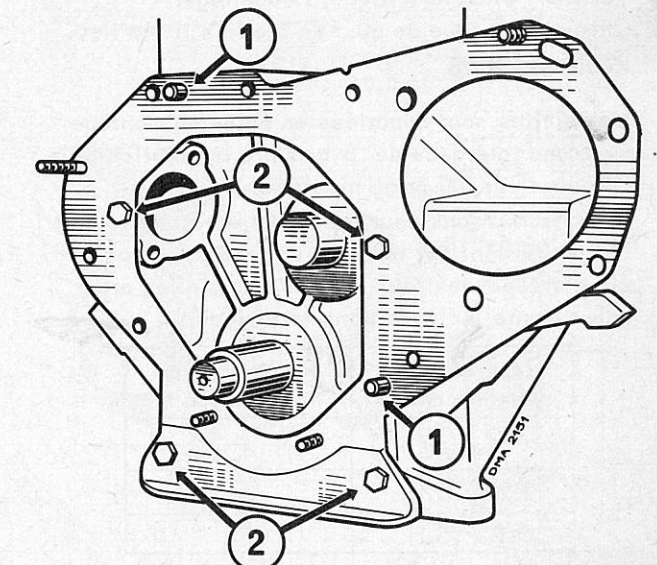

Fig. 24
Fixer la plaque avec 4 vis (2) (Fig. 24).